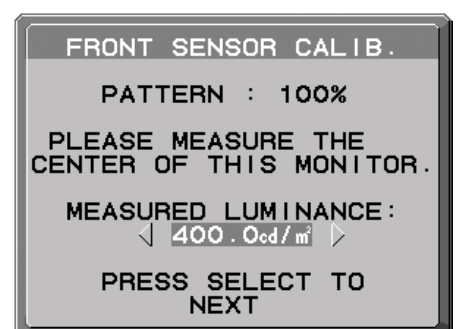

Figure S.5
7. L'écran de mesure s'affiche. Mesurez la valeur de luminosité du centre de l'affichage en utilisant le capteur de luminosité externe à portée proximale. Entrez la valeur mesurée dans MEASURED LUMINANCE (LUMINOSITE MESUREE) à l'aide des touches de contrôle, puis appuyez sur SELECT (**Figure S.5**).